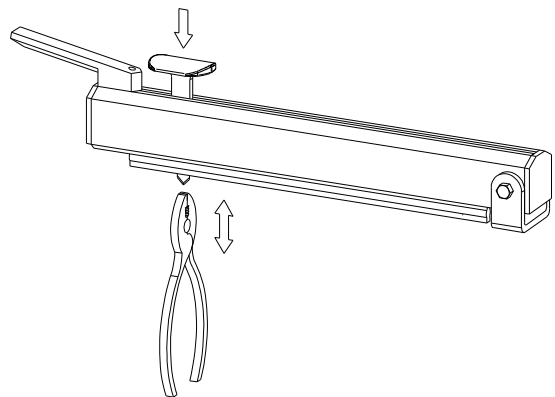

Fig2
5. Ist das Messer stumpf oder beschädigt, so kann man durch eindrücken des Messerschlittens das Messer aus der Halterung mit einer Zange entnehmen und ein neues Messer einsetzen (fig. 2).
5. Cuando la cuchilla está rota o deteriorada, se puede, apretando el botón rojo en la parte superior del brazo, sacar la cuchilla con unas pinzas y se sustituye por otra cuchilla (fig. 2).
5. Si le couteau est usé ou abîmé, on peut l'extraire de son support en pressant le bouton et en même temps le tirant à l'aide d'une pince. Agir de façon similaire pour le remplacer (fig. 2).
5. La lama usurata può essere sostituita semplicemente premendo il portalame, estraendo la vecchia lama e inserendone una nuova. E' consigliabile usare pinze (fig. 2).
5. Quando a lâmina deixar de cortar pode ser substituída, empurrando a lâmina retira-se introduzindo depois uma nova (recomenda se o uso de uma pinça fig. 2).
5. Når kniven er slidt eller knækket kan denne udskiftes ved at trykke knivholderen ned, hive kniven ud og isætte en ny. Det kan anbefales evt. at benytte en fladtang. (fig 2).
5. Förslitning avskärning - Ett slött knivblad utbytes genom att pressa ned den röda knivhållaren och dra ut knivbladet rakt ned (lämpligen med hjälp av en tång) och trycka in ett nytt emellan den fjädringsbelastade plåten i knivsläden (fig.2).
5. En slitt kniv skiftes enkelt ved å trykke ned den røde knivholderen, dra ut den gamle kniven og skyv inn en ny. Kniven er meget skarp og det anbefales derfor å holde kniven med en tang (fig. 2).